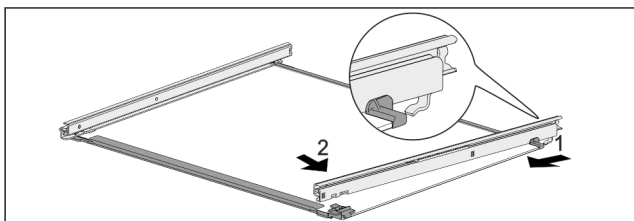

Fig. 128 Стекла́нная пластина с направляющими
- ▶ Зацепите направляющую сзади. Fig. 128 (1)
- ▶ Защелкните направляющую спереди. Fig. 128 (2)